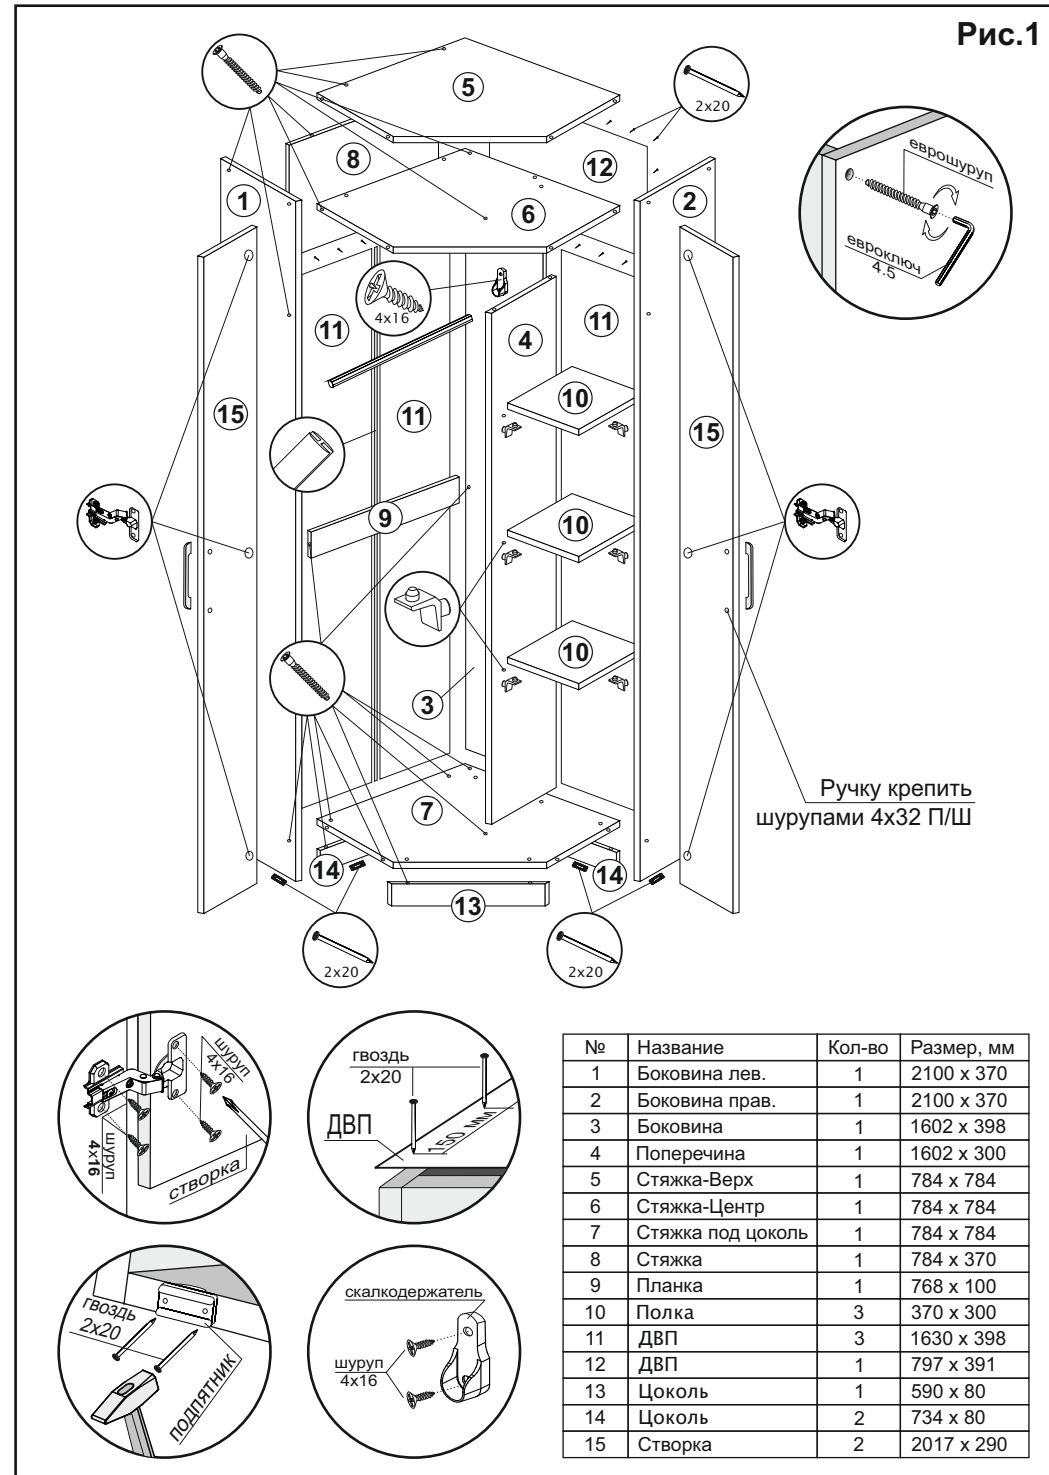

Рис.1
- Соединить боковины (1,2,3), поперечину (4), стяжки (5,6,7,8), планку (9) и цоколи (13,14) с помощью еврошурупов (рис.1).
- Перевернуть изделие лицевой частью вниз и замерить диагонали секции (они должны быть равны:  $\pm 2$  мм). Прибить гвоздями 2x20 подпятники и заднюю стенку, состоящую из ДВП (11,12) и соединительной планки. ДВП (11) к планке (9) прибивать с помощью гвоздей 1,6x16 (рис.1).
- Шурупами 4x16 прикрутить скалкодержатели к боковинам (1,3) и установить скалку (рис.1).
- Установить короб шкафа на постоянное место. Навесить створки (15), используя петли и шурупы 4x16 (рис.1). Отрегулировать петли.
- Шурупами 4x32 П/Ш прикрутить ручки к створкам (15) (рис.1).
- В боковину (2) и поперечину (4) вставить полкодержатели и установить на них полки (10) (рис.1).